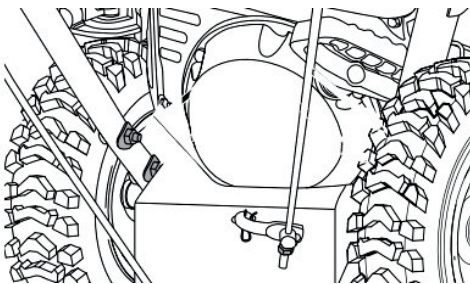

рис. 24
3. Открутите гайку с резьбы штока. Закрепите шток к тяге. Затяните гайку (рис. 24).